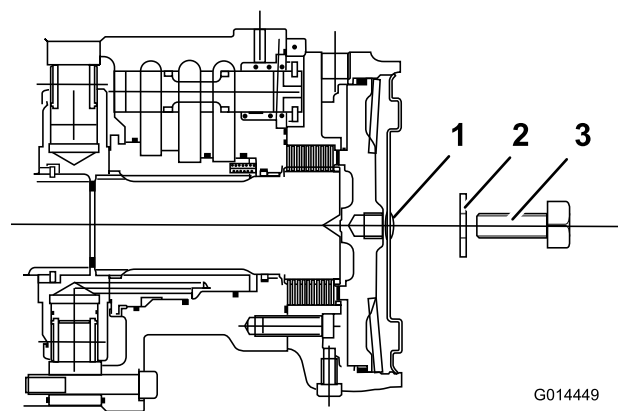

Figura 45
5. Serrate la vite di arresto nel foro filettato del pistone del freno fino a sbloccare il freno (Figura 45).
6. Identificate il gruppo freno a disco anteriore sinistro e ripetete la procedura precedente (Figura 45).